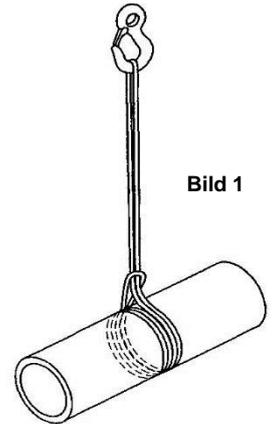

Bild 1
19. Wird die Rundschlinge im Schnürgang eingesetzt, darf der Schnürwinkel 120° nicht überschreiten. Niemals den Schnürpunkt mit Gewalt zuziehen. Der korrekte Schnürgang ist in Bild 1 dargestellt.